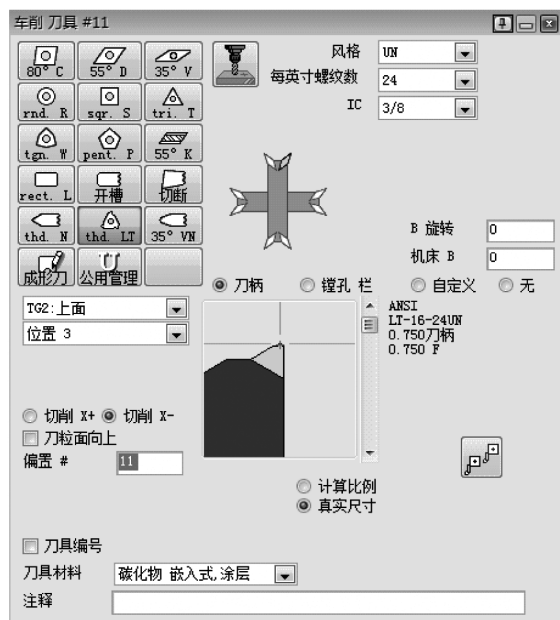

图 5-29 车削刀具#11
13) 创建车削刀具#11，如图 5-29 所示。此刀具将用于外径车螺纹。其设置与车削刀具 #10 相同。